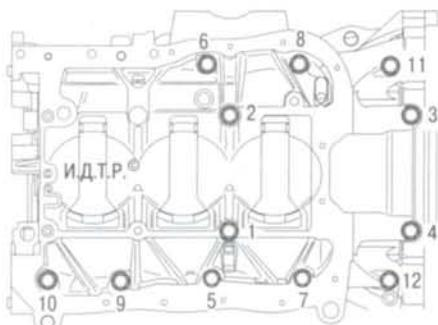

Рис. 5.24. Порядок затяжки болтов крепления усилителя блока цилиндров
4. Выверните двенадцать болтов крепления усилителя к блоку цилиндров в порядке, обратном их затяжке при установке (см. рис. 5.24).
7. Установите усилитель блока цилиндров и затяните болты его крепления моментом (26 ± 1) Н·м в порядке, указанном на рис. 5.24.